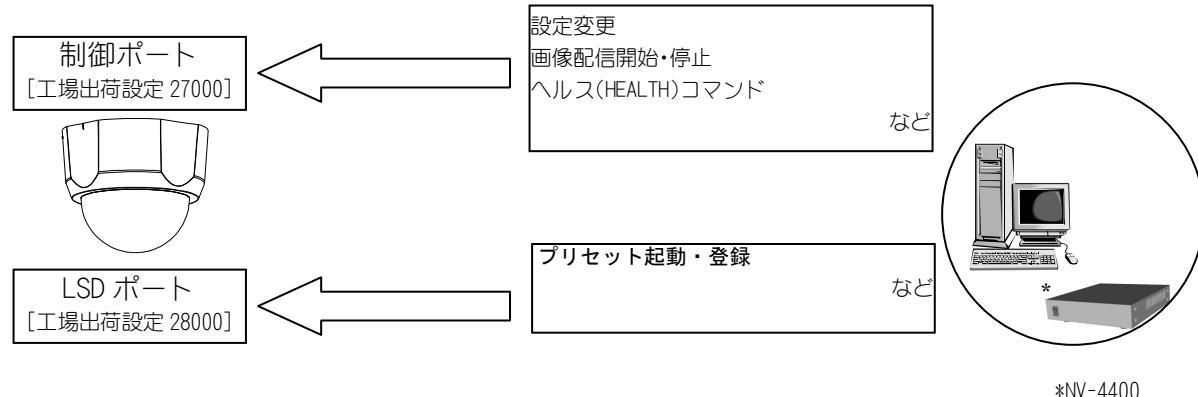

図 16-3 IPアドレス 制御ポート LSDポートについて
- (1) IPアドレスは、ネットワーク上で各機器を識別するためのアドレスです。
- (2) 制御ポートは、図16-3に示す様に、主にネットワーク・画像・シリアルに関する設定・制御を行なうためのポートです。カメラ設定ツールからの設定変更の他、画像配信の開始・停止、ヘルス(HEALTH)コマンドも制御ポートを使って行ないます。
- (3) LSDポートは、図16-3に示す様に、主にカメラ制御を行なうためのポートです。
- (4) 制御ポート番号、LSDポート番号は、1024～65535の範囲で設定できます。ただし制御ポート番号とLSDポート番号が同じ値にならないように設定してください。